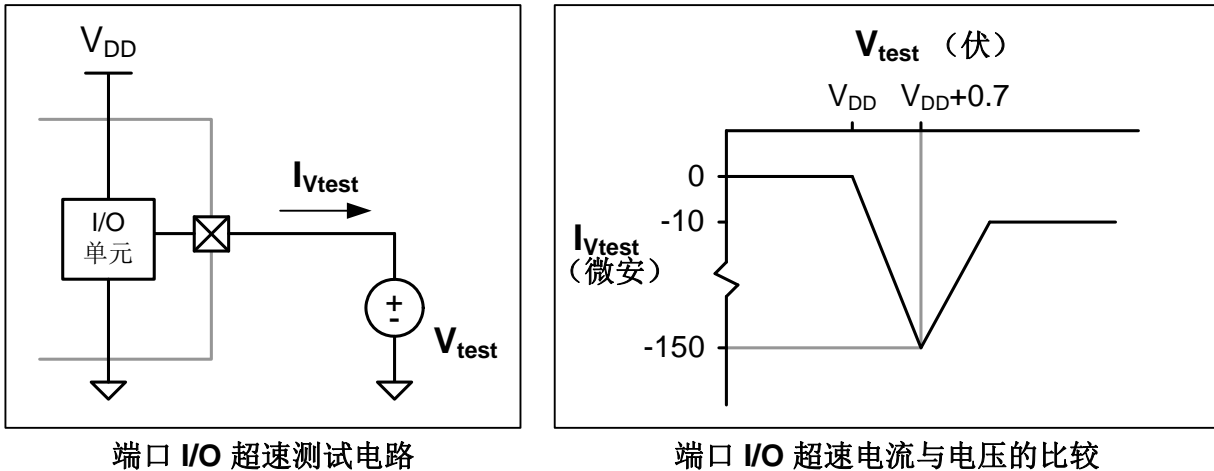

图 23.3. 端口 I/O 超速电流
**重要事项：**在多极电压接口中，当供电电压介于（VDD + 0.6 伏）及（VDD + 1.0 伏）之间时，应调整外部上拉电阻器，让至少 150 微安的电流流入端口针脚。一旦端口针脚电压超出此范围，流入端口针脚的电流将非常微弱。图 23.3 显示了超出 VDD 的端口针脚的输入电流特性。当端口针脚电压达到约（VDD + 0.7 伏）时，其需要 150 微安峰值超速电流。